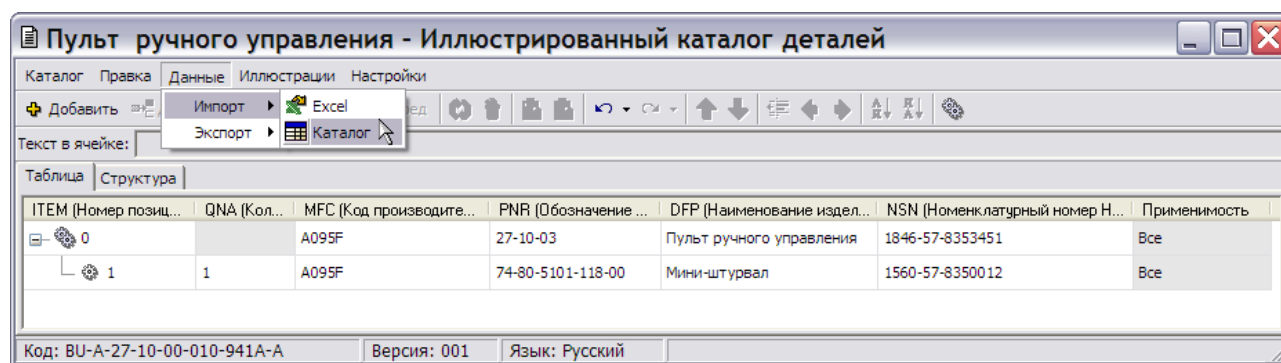

Рис. 6.41
2. В открывшемся списке укажите вариант импорта **Каталог** (Рис. 6.41).